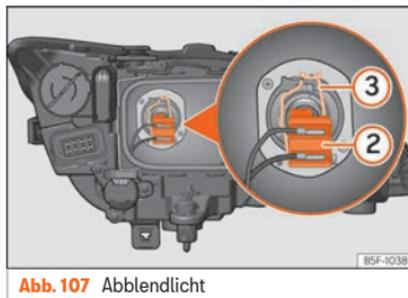

Abb. 107 Abblendlicht
– Ziehen Sie den Stecker »» Abb. 107 ② von der Lampe ab.
– Nehmen Sie die Haltefeder »» Abb. 107 ③ durch Eindrücken und Rechtsdrehung ab.